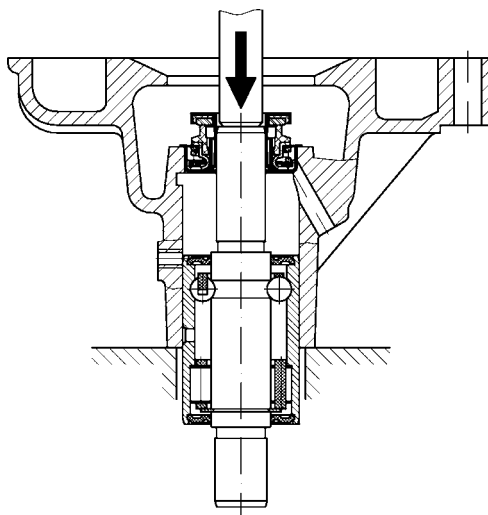

Рис. 4.136. Выпрессовка подшипника с валиком насоса системы охлаждения
-выпрессовать из корпуса подшипник (рис. 4.136).